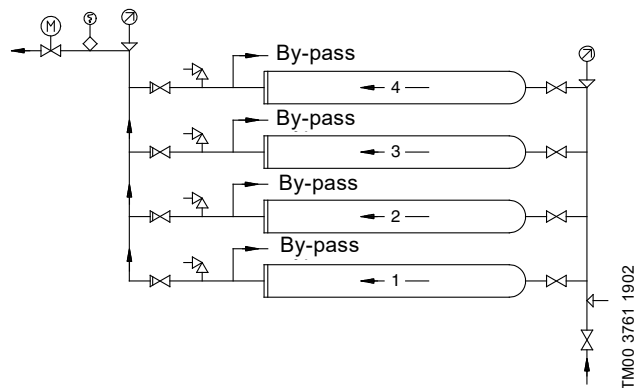

Fig. 7 Groupe de surpression avec quatre modules connectés en parallèle, montés les uns au-dessus des autres
Les modules de surpression Grundfos sont fournis en standard sans clapet anti-retour intégré. Il est cependant possible d'intégrer un clapet anti-retour sur demande. Voir fig. 7.
- Pour les modules connectés en parallèle, montés les uns au-dessus des autres, il est recommandé de raccorder la tuyauterie comme indiqué à la fig. 7. Cette disposition garantit que les modules sont remplis d'eau avant le démarrage.